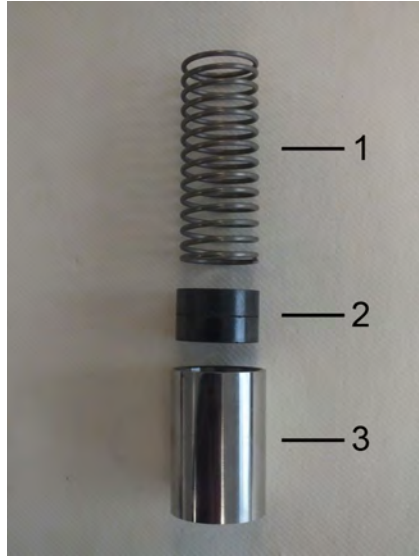

Abb. 61: Innenteile
8. ➔ Feder (Abb. 61/1) mit Magneten (Abb. 61/2) in den Schwebekörper (Abb. 61/3) einführen, dabei die Magnetpolung beachten (Nordpol in Richtung Geräteausgang)